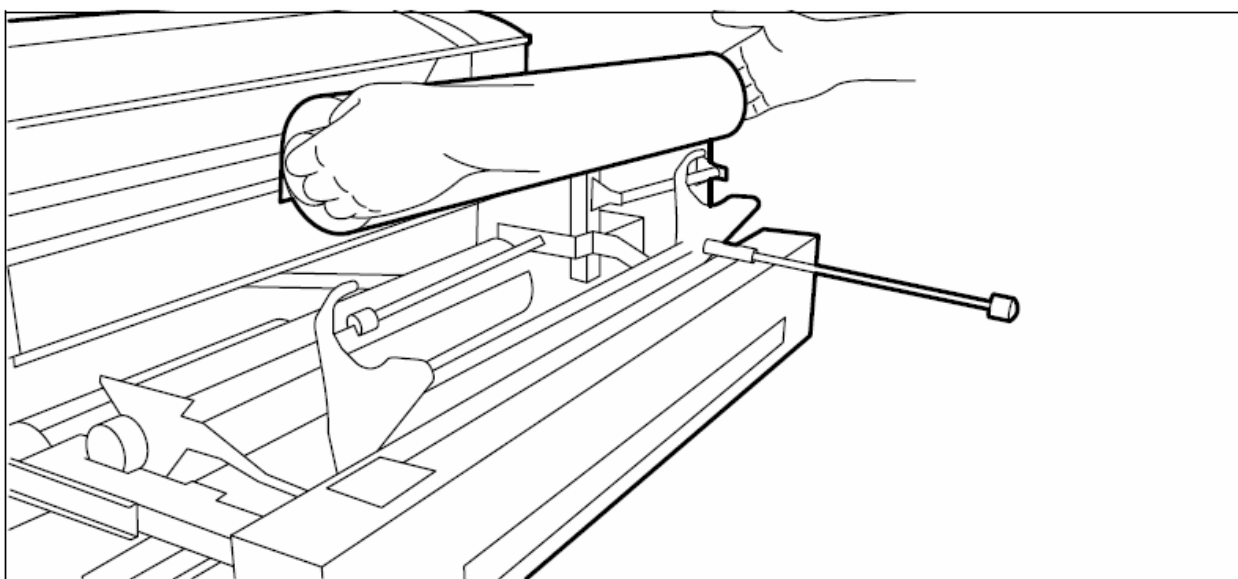

Рисунок 96: Установка нового рулона на приспособление для загрузки рулонного носителя
3. Используйте кнопки со стрелками для выбора рулона с 1 по 6 (смотрите рисунок 96).
8. Обеими руками положите новый рулон на устройство для загрузки рулонного носителя (смотрите рисунок 96).